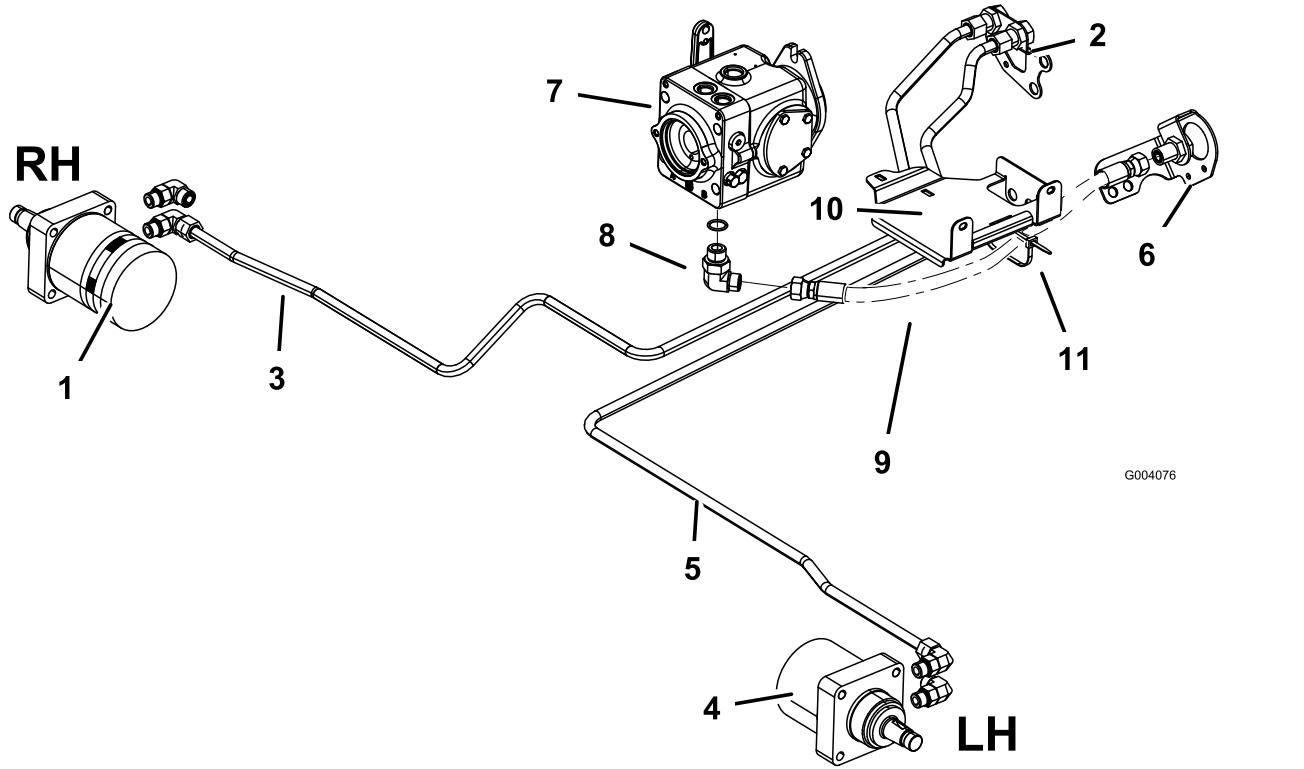

Figure 11
hydraulique droit dans la traversée droite du cadre (Figure 11).
2. Branchez le tube hydraulique (réf. 108-7623) au raccord de moteur de roue gauche et au tube hydraulique gauche dans la traversée droite du cadre (Figure 11).
3. Montez un raccord hydraulique à 90° au bas de la pompe à débit variable (Figure 11).
5. Fixez le flexible hydraulique au bas du support de batterie à l'aide d'un serre-câble (Figure 11).